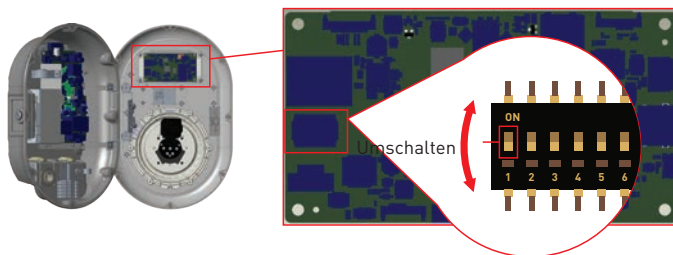

Abbildung.28
- Schalten Sie die erste Position des DIP Schalters, der sich auf der Smartcard des Ladegeräts befindet, wie in Abbildung 28 dargestellt, um. Danach schalten Sie das Ladegerät bitte